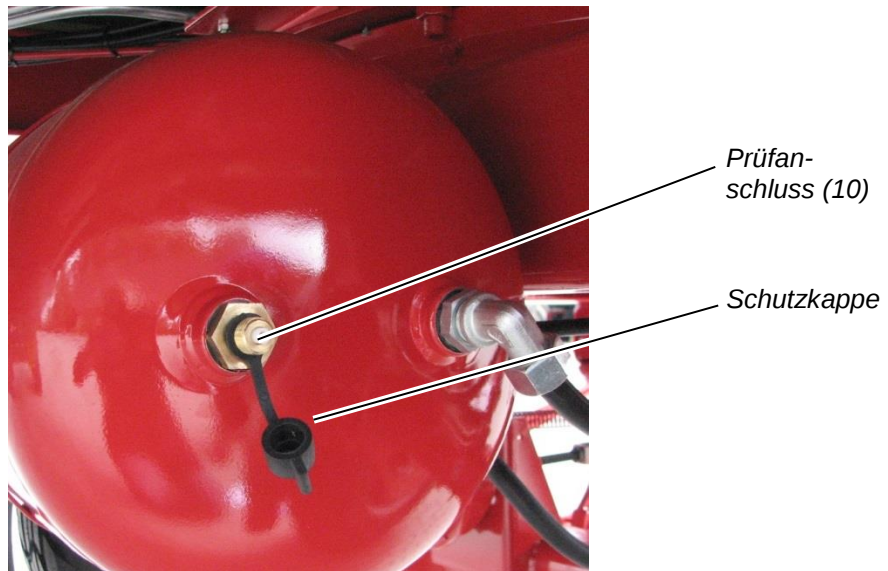

Abbildung 43: Prüfanschluss für ein Manometer am Druckluftvorratsbehälter
- ⇒ Ziehen Sie die Schutzkappe vom Prüfanschluss (10) ab (siehe Abbildung 43).
- ⇒ Stecken Sie ein Manometer auf den Prüfanschluss (10) und lesen Sie den gemessenen Luftdruck ab.
- ⇒ Setzen Sie die Schutzkappe wieder auf den Prüfanschluss (10) auf.
- ↳ Die rot markierte Vorratsleitung (4) wird druckluftbeaufschlagt und füllt den Druckluftvorratsbehälter.